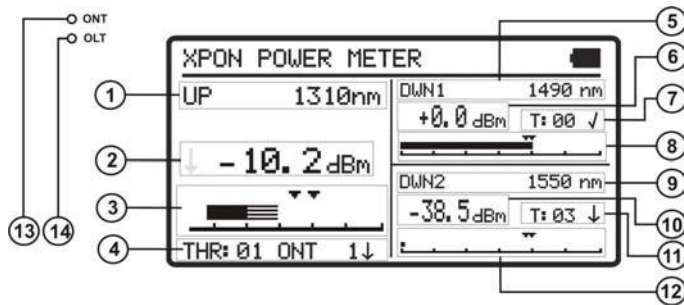

Figure 10.- Fonction **POWER METER**.
- 3.- Appuyez sur **SEL**  [4] ou **MENU**  [2] pour entrer a l'écran (voir figure 10).